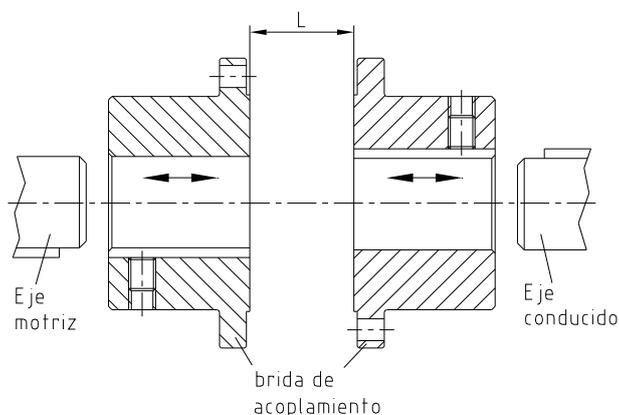

Figura 16: montaje de las bridas de acoplamiento
- Monte la brida de acoplamiento en el eje motriz o del eje conducido (véase figura 16).